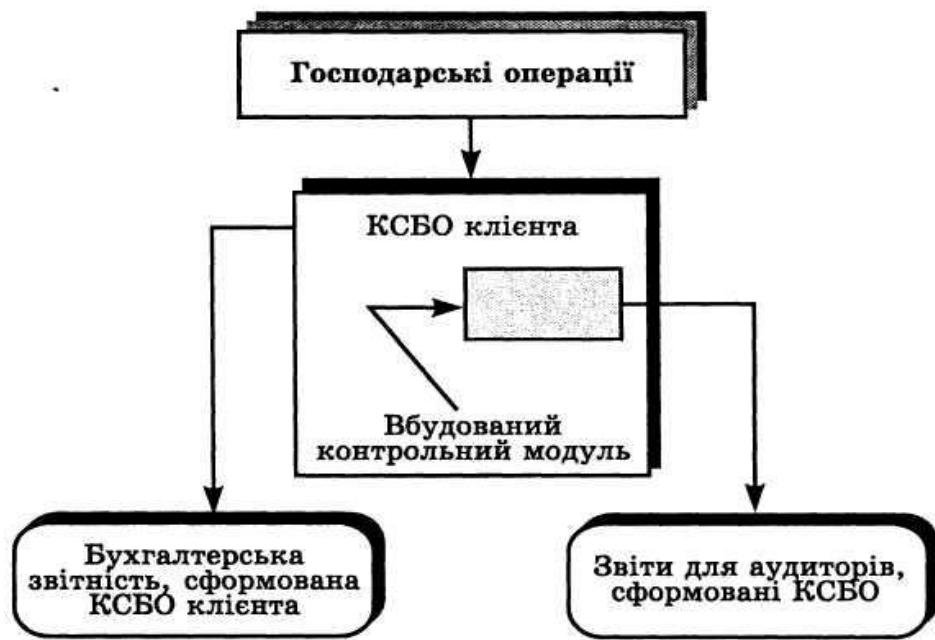

Рис. 3.4. Збирання аудиторської інформації за допомогою вбудованого контрольного модуля.
3. Для підприємств, із якими аудиторська фірма має довгострокові договірні відносини, розробляються спеціальні аудиторські модулі, що вбудовуються в наявні програмні засоби обліку, контролю й аудиту. У програмне забезпечення включаються додаткові програмні модулі, що дозволяють контролювати необхідні параметри облікового процесу. За допомогою цих модулів виконується відбір операцій, що становлять інтерес із погляду постійної аудиторської перевірки. Обрані операції зберігаються для подальшого їх вивчення аудитором. Відібрані при цьому дані групуються за операціями у спеціальній аудиторській базі даних для подальшої обробки (рис. 3.4).